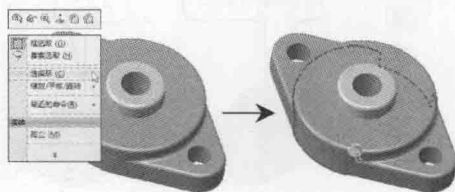

图 1-14 “选择环”操作
- **选择环:** 右键单击当前选中的对象, 在弹出的快捷菜单中选择“选择环”菜单项, 可选择与当前对象相连边线的环组, 如图 1-14 所示。